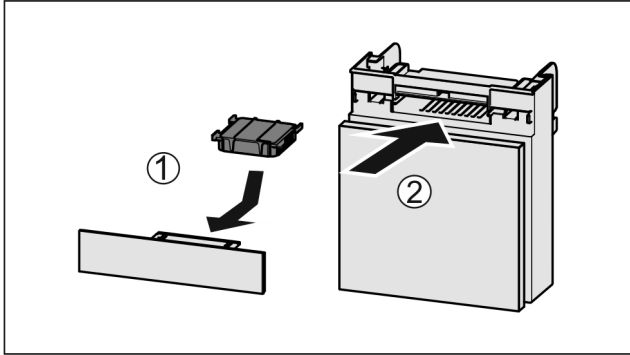

Fig. 138
- ▶ Поставете Fig. 138 (1) филтъра с активен въглен, както е показано на фигурата.
- ▶ Вкарайте Fig. 138 (2) отделението.